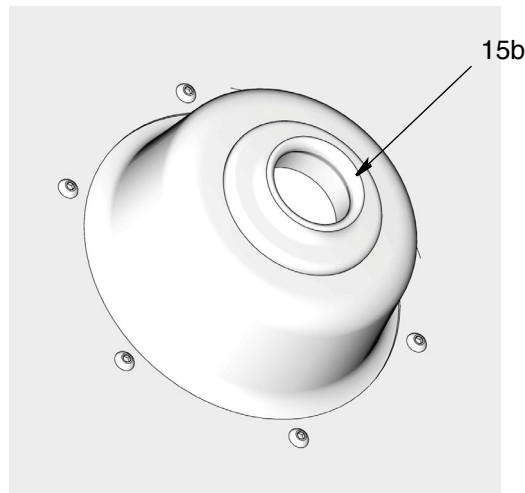

Рис. 25
5. Проверьте, находится ли резиновая прокладка (15b) по центру упорной пластины (Рис. 25).